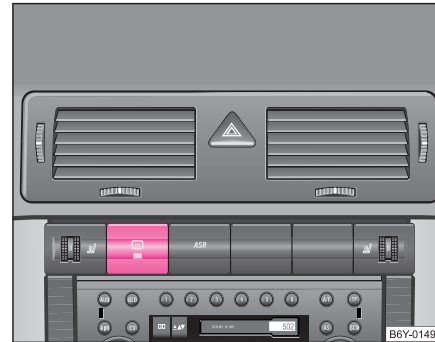

Abb. 40 Schalter für
- Drücken Sie den Schalter  ⇒ Abb. 40, um die Heckscheibenbeheizung einzuschalten.